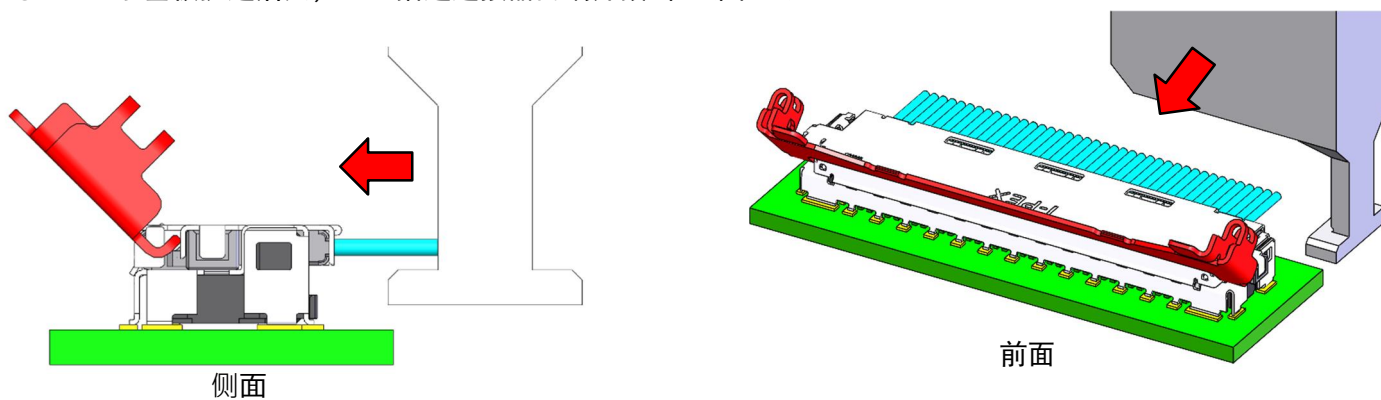

图.20
- ③ 将治具与基板保持平行，滑动至连接器位置并进行安装。(图. 20)